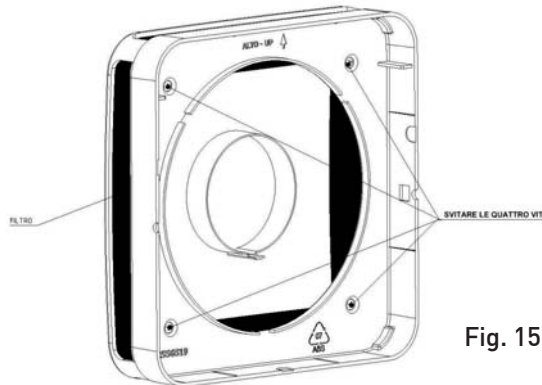

Fig. 15
1. Remplacement du filtre : après avoir interrompu le circuit d'alimentation, démontez le couvercle et dévissez les quatre vis comme indiqué sur la figure 15. Nettoyez régulièrement le filtre en le plongeant dans de l'eau froide.